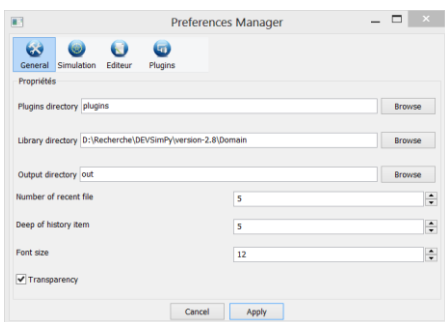

FIGURE 28 : PRÉFÉRENCES GÉNÉRALES.
Le menu *Outils/Préférences* permet d'accéder au gestionnaire de préférences (Figure 28) proposant quatre sous-menus :
- **volet Général** (Figure 28) : ce menu concerne les préférences générales comme le chemin absolu du répertoire des bibliothèques, le chemin absolu du répertoire des plugins, le nom du répertoire qui stocke les éventuels fichiers de sortie de certains modèles atomiques, le nombre de fichiers récemment ouverts, la taille de l'historique des actions réalisées dans DEVSimPy, la taille de la police de l'interface, l'activation de la transparence des fenêtres. Cette dernière option dépend de l'OS qui accueille DEVSimPy. Si l'OS le permet, lorsque une fenêtre d'un modèle couplé est déplacée, elle devient transparente pour visualiser ce quelle cache. Cette fonctionnalité peut s'avérer être utile lorsque plusieurs fenêtres de modèles couplés sont ouvertes ;